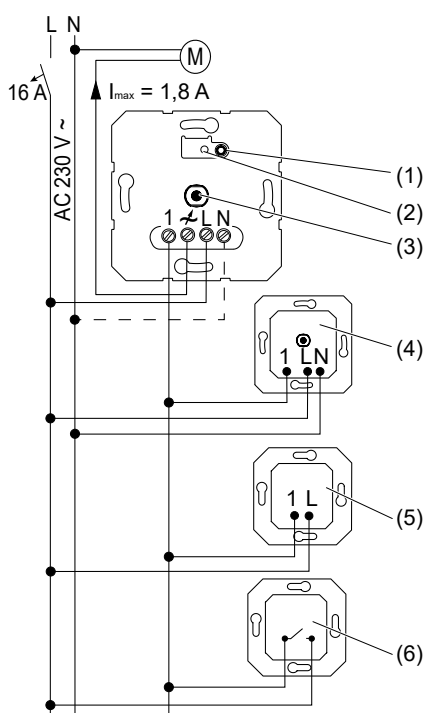
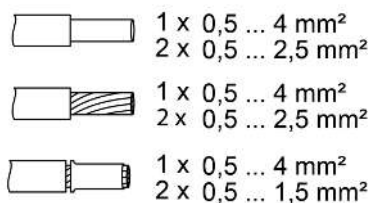

Imagen 1: Plan de conexión con mecanismos auxiliares opcionales
Imagen 2: Secciones de conductor enchufables
- Conectar el aparato según el esquema de conexiones (Imagen 1). Tenga en cuenta las secciones transversales enchufables del conductor (Imagen 2).
- i** La pulsación breve de la tecla **Test** (1) permite conmutar el motor.